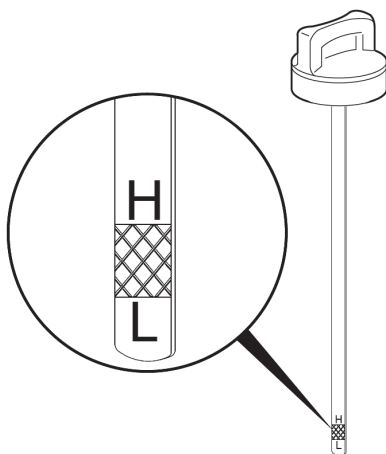

Рис. 15. Проверка уровня масла
5. Аккуратно вытащите щуп и осмотрите его. Уровень масла должен соответствовать верхней отметке «Н» на щупе (Рис. 15).
6. При недостаточном уровне масла в картере необходимо долить чистое масло до верхней отметки «Н» на щупе (Рис. 15). Не допускайте перелива или превышения максимального уровня масла в картере двигателя.
4. Аккуратно извлеките щуп и осмотрите его. Уровень масла должен соответствовать верхней отметке «Н» на щупе (Рис. 15).
При недостаточном уровне масла в картере необходимо долить чистое масло до верхней отметки «Н» на щупе (Рис. 15).